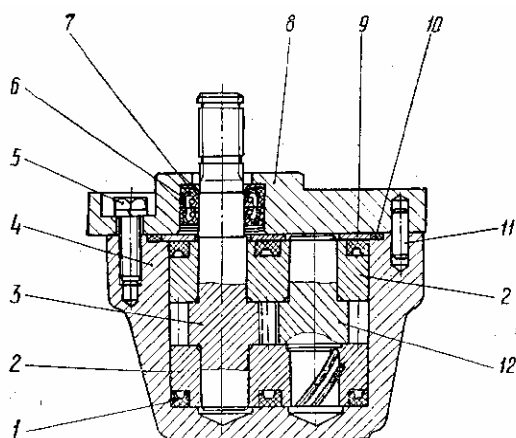

Рис. 31 Шестеренный гидравлический насос
3. ШЕСТЕРЁННЫЙ ГИДРАВЛИЧЕСКИЙ НАСОС (рис. 31)